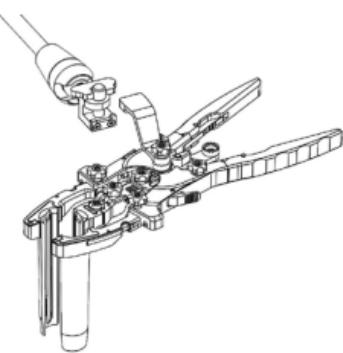

Figura 12
- Se si utilizza l'**interfaccia del braccio** (ML-0902), dopo aver verificato che l'**interfaccia del braccio** è stata fissata sul telaio del divaricatore, portare il **braccio articolato, il morsetto della rastrelliera, grande** (ML-0063) all'estremità prossimale dell'**interfaccia del braccio** e fissare il **morsetto della rastrelliera del braccio** all'**interfaccia del braccio**. (Figura 12)